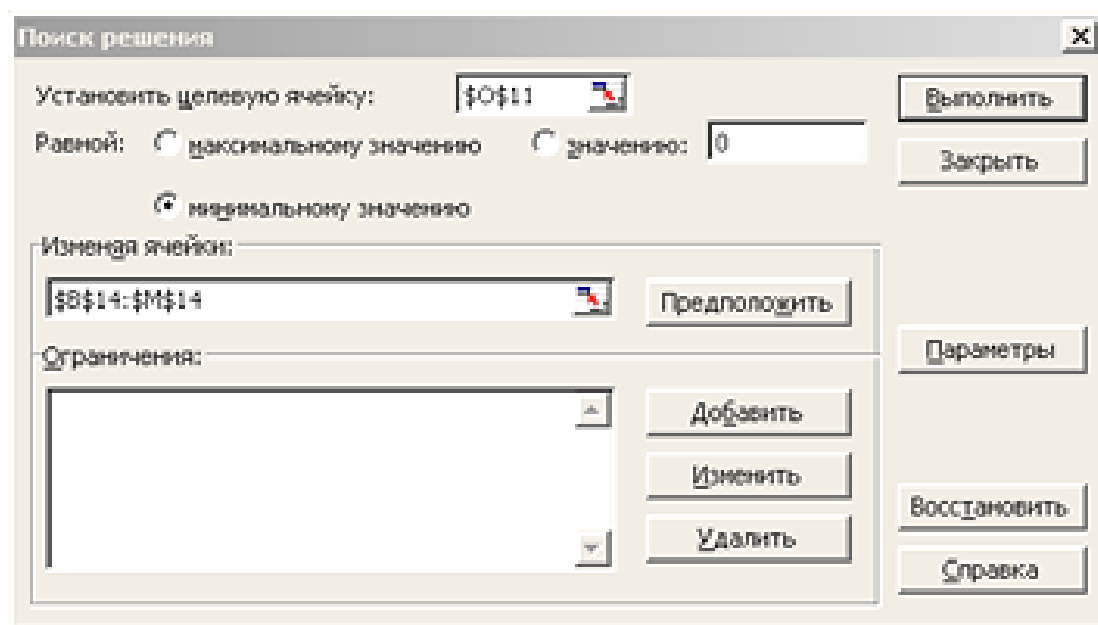

Рис. 3. Введення адреси **B14:M14**
- навести курсор у поле «*Изменяя ячейки*» (рис. 3).